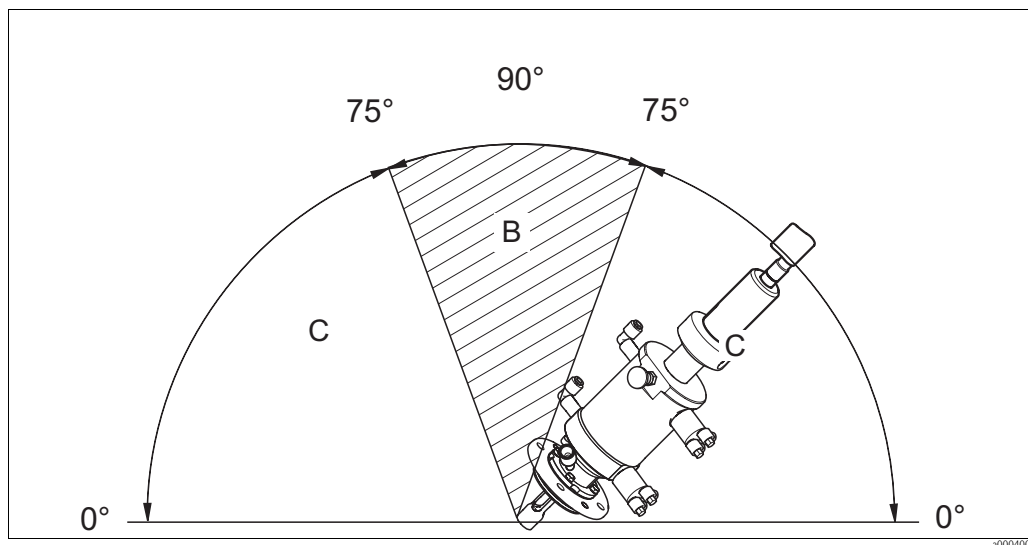

Fig. 2: Angolo di installazione per armature con sensori ISFET
-  2 Questo simbolo indica un riferimento incrociato per una figura specifica (ad es. fig. 2).